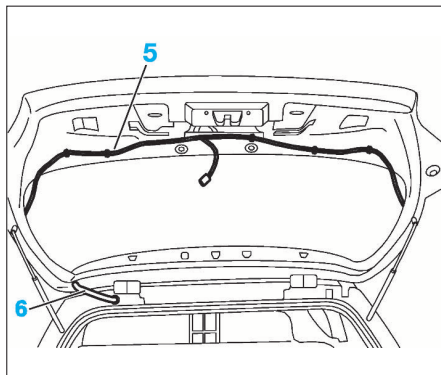

FIG. 63
- Dégager (Fig.63) :
- le faisceau (5) du volet arrière
- le soufflet de passage (6) du faisceau.